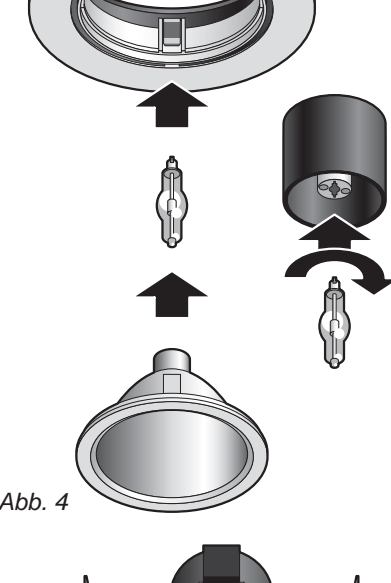
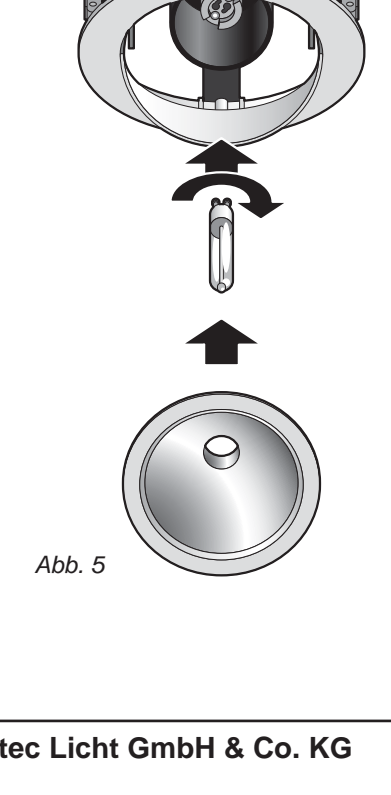

Abb. 4
Abb. 5
3. Neue Lampe einstecken (Abb. 4: PG-J5, Abb. 5 : GU6.5).